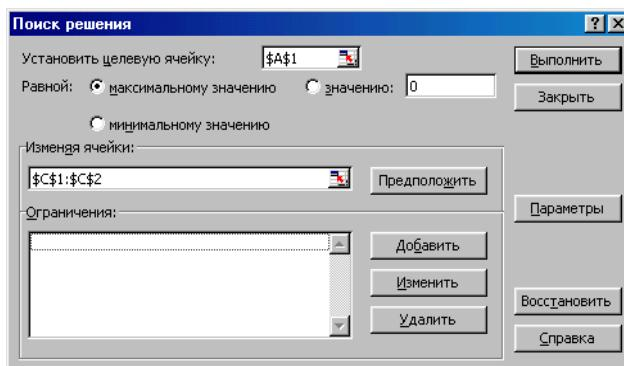

Рисунок 1.2 – Работа в диалоговом окне «Поиск решения»
– В открывшемся окне необходимо установить целевую ячейку, а поскольку у вас курсор стоял на ячейке A1, то значение целевой ячейки будет правильным. В противном случае установите вручную адрес целевой ячейки (в данном случае программа использует абсолютные адреса т.е. ячейка A1 имеет абсолютный адрес \$A\$1) (рисунок 1.2).
– В окне «Изменяя ячейки» нужно указать адреса ячеек соответствующие переменным. Для этого необходимо выделить диапазон ячейки с C1 по C2 (рисунок 1.2).